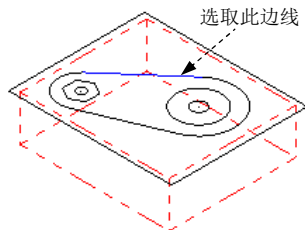

图 9.8.14 选取边线
Step2. 设置加工区域。在图形区中选择图 9.8.14 所示的边线，系统自动选择图 9.8.15 所示的边链，单击 按钮，完成加工区域的设置，同时系统弹出“2D 刀具路径-外形铣削”对话框。